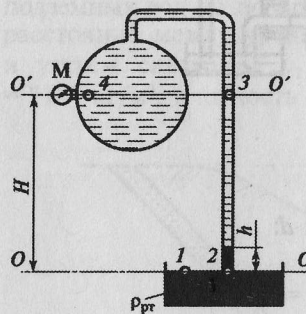

Рис. 2.29
**Задача 2.33.** Определить показание вакуумметра  $h_v$  (мм рт. ст.), установленного на маслобаке (рис. 2.29), если относительная плотность масла  $\rho_m = 0,85$ ;  $H = 1,2$  м;  $h = 150$  мм.